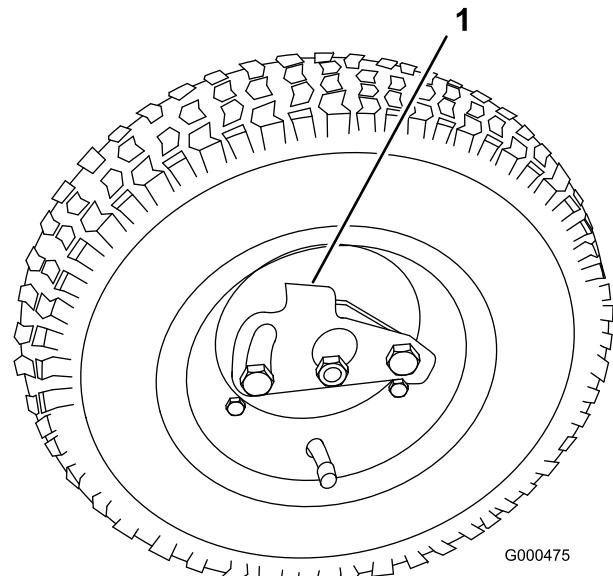

図 7
5. 車輪を車軸にはめ込む(図 7)。
6. ロッキング・クリップを開き、タイヤを更に奥に押し込む(図 7)。